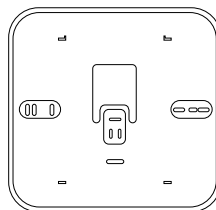

Fig. 10
- Se necessário, montar a placa de suporte da caixa elétrica, fornecida com o kit (Fig. 10).
Inserir as 2 pilhas no específico compartimento, seguindo a direção indicada no aparelho. Terminada a operação, reposicionar o Sensor Ambiente inserindo primeiro a parte superior, depois rodando para baixo pressionando delicadamente. O Sensor Ambiente Wireless executa uma monitorização contínua do nível de carga das pilhas, cuja duração é de cerca de 2 anos. Quando estiverem quase descarregadas, no visor é apresentado o símbolo “” (Fig. 10).